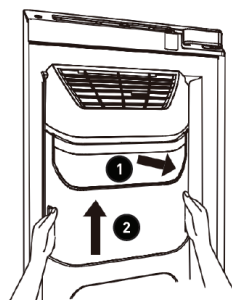

Figure 1
- ①: Soulevez légèrement le bac à glace ;
- ②: Tirez-le pour le sortir comme illustré sur la figure 1.